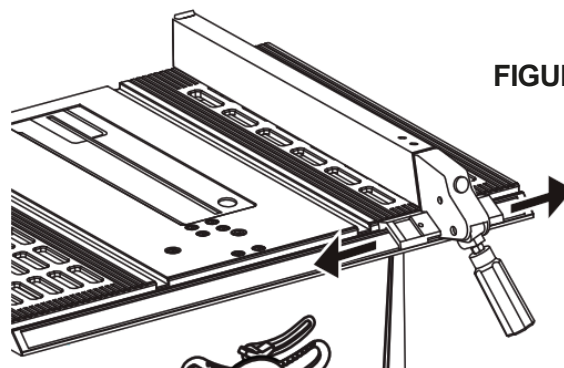

FIGURA 16
3. Para ajustar la posición de la guía, levante la manija de la guía y deslicela cerca a lo largo de la mesa de trabajo. Una vez que se ajusta la posición, baje la manija de la guía para bloquear la guía en su lugar. Ver Figura 16.